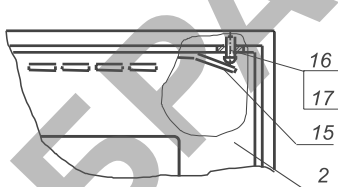
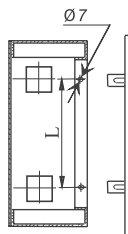

Рисунок 4
Рисунок 5
7.3 Для монтажа встроенного шкафа необходимо открыть дверь (двери) 2, отогнуть планку 15 (рисунок 4) и вытащить заклепку 16 с шайбой 17, после чего демонтировать дверь. Корпус вставить в строительную нишу и закрепить его в нише. Зазоры между корпусом и стенками ниши заполнить строительным раствором. Затем произвести монтаж пожарного крана. Затем необходимо вставить раму в корпус 1 (см. рис. 5) и закрепить ее с помощью болтов и гаек М6 из комплекта поставки рамы через отверстия Ø7. Затем необходимо вставить дверь 2 в раму при помощи заклепки 16, шайбы 17 и подогнуть планки 15, а затем разместить в корпусе оборудование пожарного крана. Дверь закрыть на замок 6. Монтаж углового пожарного крана с условным проходом DN 65 мм вести с применением муфты по ГОСТ 8954, сгона по ГОСТ 8969 и контргайки по ГОСТ 8968.